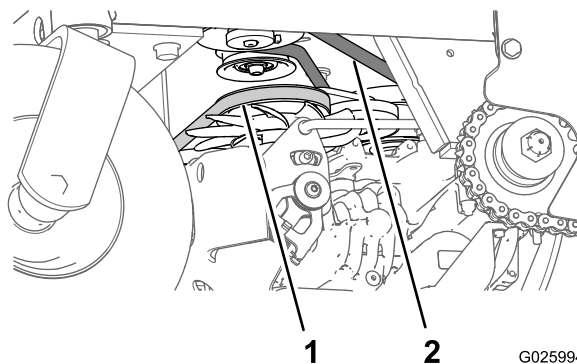

Figura 59
3. Compruebe la condición y la tensión de la correa de transmisión de la bomba auxiliar (Figura 59).
4. Compruebe la condición de la correa de la transmisión (Figura 59).